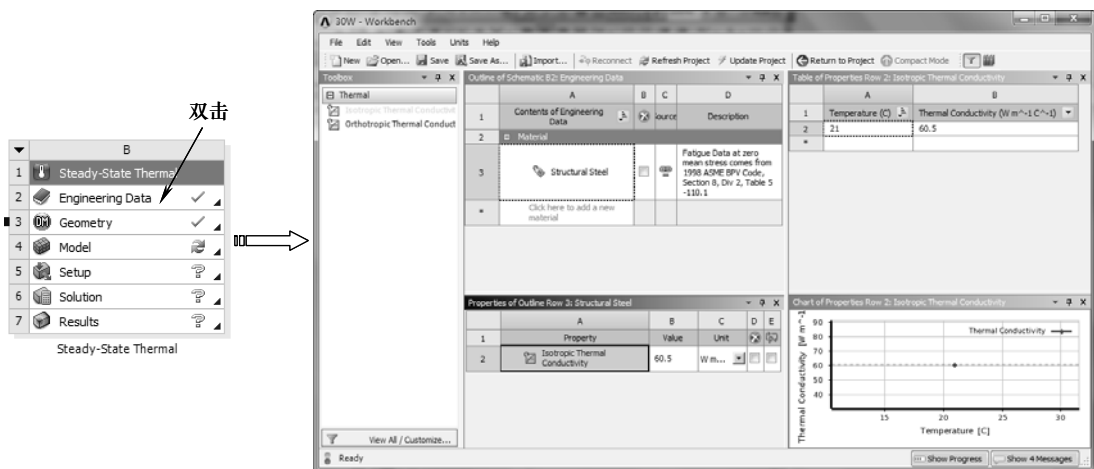

图 11-74 双击【Engineering Data】选项
- 1) 双击项目 B 中的 B2 栏的【Engineering Data】项，进入图 11-74 所示的材料参数设置界面。